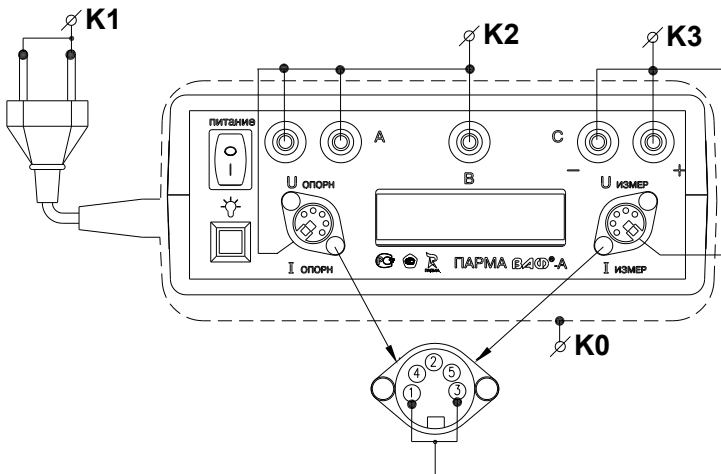

Рисунок 16
7.7.3.6 Обернуть корпус ВАФ фольгой, образуя контакт К0 (рисунок 16).